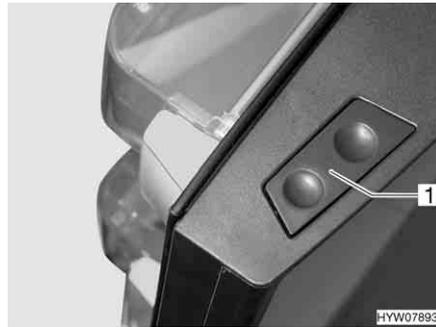

Fig. 197 Tasto di sblocco della porta del frigorifero (serie Dometic 8)
**Apertura:** ■ Premere il tasto di sblocco (Fig. 197,1) e aprire la porta del frigorifero.